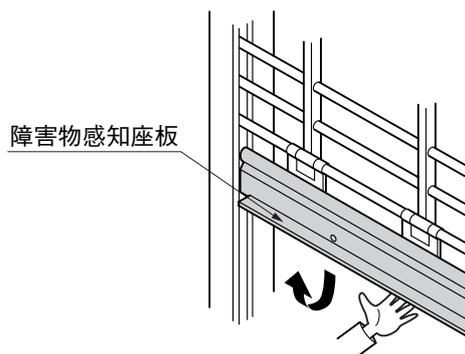

図10-6
- ⑥ シャッターを閉めるときに障害物感知座板に下から手をあてて、停止と反転をするか確認してください。(図10-6参照)